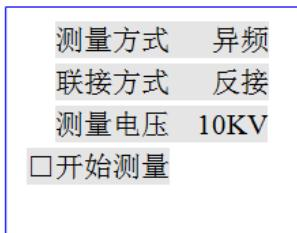

图 7 开始测量
- ④ 按“确认”键，光标进入“测量电压□ 0.5KV”，按“↑”、“↓”键，则可从 0.5,1.0,1.5,2.0,2.5……9.5~10KV 间调整电压。按“退出”键，光标移至首位，再按“↓”键，将光标移至下一排“□ 开始测量”前，见图 7 所示。